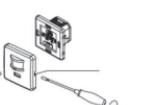

Рис.1
- Снять крышку датчика (рис.1)